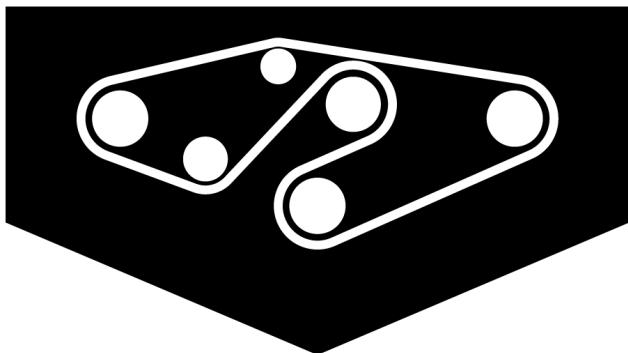

Bild 37
- Verlegen Sie den neuen Riemen um die Spindelscheiben und um die Spannscheibengruppe, siehe Bild 37.